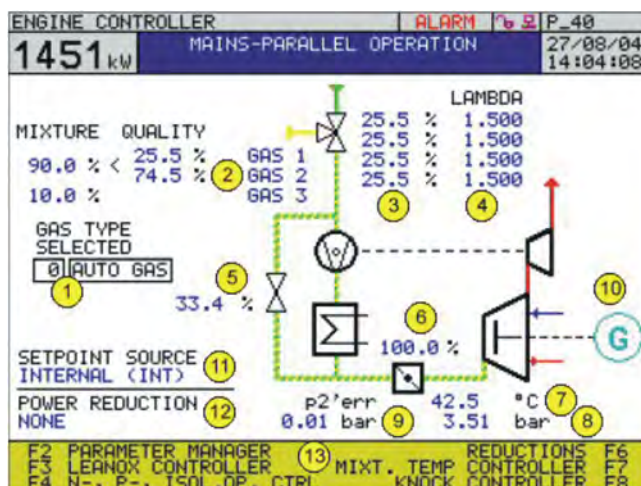

Figure 2 : Écran général avec extensions pour le fonctionnement en mélange de gaz
Lors des changements de modes, le type de gaz actuel 1_2, type de gaz 3 ou type de gaz 1_2/3 (mélange gazeux) reste sélectionné. Dans le champ d'entrée (voir figure 2: Écran général avec extensions pour le fonctionnement en mélange de gaz ①) les types **Gas 1_2**, **Gas 3** et **Gas 1_2/3** peuvent être sélectionnés.
Lors des changements de modes, le type actuel de gaz 1, type de gaz 3 ou type de gaz 1/3 (mélange gazeux) reste sélectionné. Dans le champ d'entrée (voir figure 2: Écran général avec extensions pour le
Au moyen de l'option Autogaz (voir Figure 2: Écran général avec extensions pour le fonctionnement en mélange de gaz ❶) il est possible de désactiver la sélection manuelle du type de gaz. La sélection se fait dans ce cas en fonction des entrées de commande.